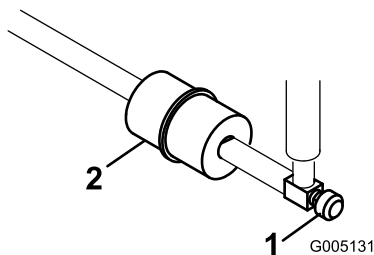

Figure 52
Le filtre à carburant est incorporé dans la conduite d'alimentation, entre le réservoir de carburant et le carburateur (Figure 52). Remplacez le filtre toutes les 800 heures de fonctionnement, ou plus tôt si le débit de carburant limité. Vérifiez que la flèche qui se trouve sur le filtre pointe bien dans la direction opposée au réservoir de carburant.
2. Placez un bac de vidange sous le filtre, desserrez l'autre collier de flexible et déposez le filtre (Figure 52).
1. Fermez le robinet de carburant, desserrez le collier de flexible côté carburateur et débranchez la conduite d'alimentation du filtre (Figure 52).